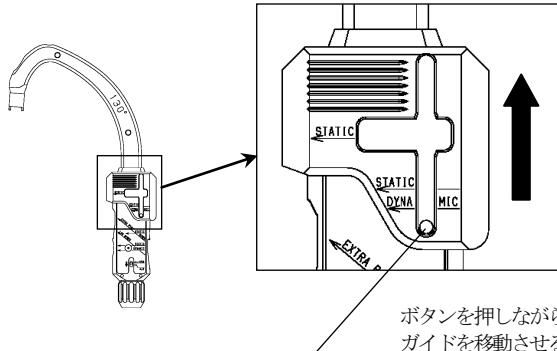

図4
- セレクタガイドを取り外す場合は、ターゲットデバイス前面（左脚の場合）の小さいボタン（ストッパー）をドライバー先等で押しながら移動させて下さい。(図4)